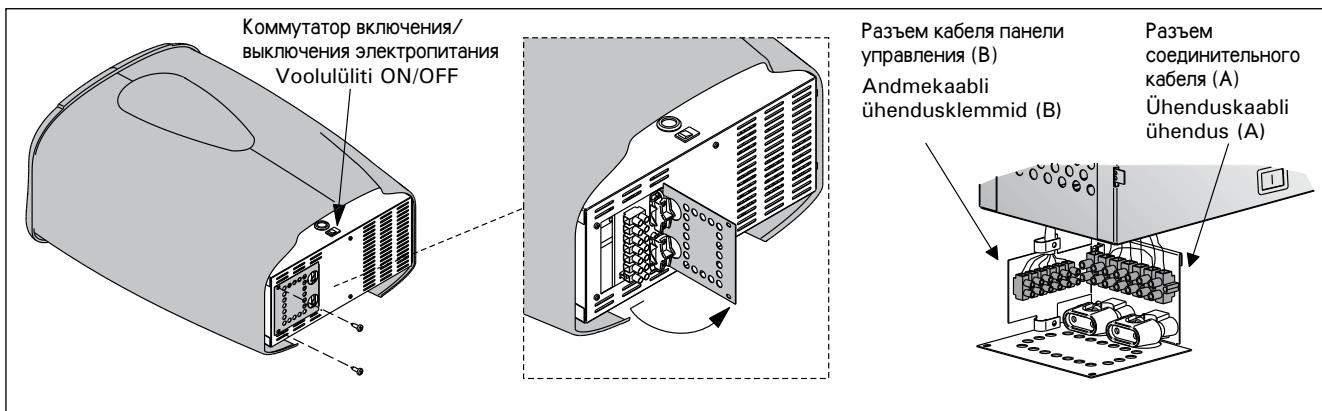

Рисунок 7. Подключение соединительного кабеля
Проще всего подключать кабель к каменке, пока она не установлена. На рис. 7 показано, как подключить кабель панели управления к каменке VE. Провода кабеля панели управления следует подключить к разъему кабеля панели управления с соблюдением цветовой маркировки.
- Свободный конец кабель управления подключается к разъему панели управления (B). См. рис. 7. **При подключении проводов кабеля очень важно соблюдать цветовую маркировку, как описано в разделе 3.1.1.**